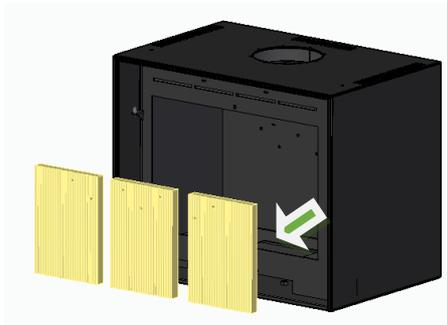

Figura 24 – Remoção das vermiculites das costas do equipamento
5. Remova as 3 peças das costas deslocando para o frontal do equipamento e posteriormente para o exterior do equipamento, ver Figura 24.